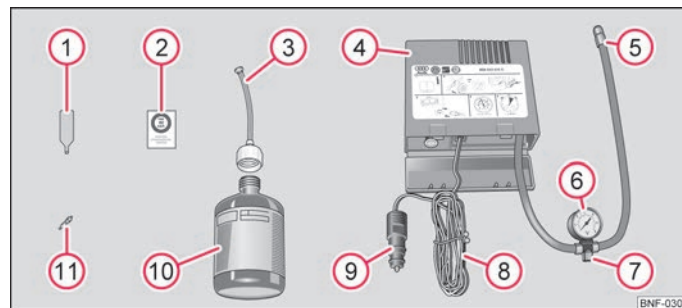

Fig. 109 Havarisættets dele
- Klæb mærkaten **②** → Fig. 109 på instrumentpanelet i førerens synsfelt.
- Skru ventilkeglen ud ved hjælp af værktøjet til af- og påmontering af ventilkeglen **①**, og læg den på et rent underlag.
- Ryst flasken med dæktætningsmiddel **⑩** → Fig. 109 nogle gange kraftigt frem og tilbage.
- Skru påfyldningsslangen **③** fast på flasken med dæktætningsmiddel **⑩** med uret. Folien på lukningen bliver automatisk brudt.
- Fjern proppen fra påfyldningsslangen **③**, og sæt den åbne ende helt på dækventilen.
- Hold flasken **⑩** med bunden opad, og fyld alt tætningsmidlet fra flasken i dækket.
- Skru ventilkeglen ind i dækventilen igen med værktøjet til afmontering af ventilkegler **①**.
- Skru luftkompressorens påfyldningsslange **⑤** → Fig. 109 fast på dækventilen.
- Kontroller, om luftaftapningsskruen **⑦** er lukket.
- Sæt stikket **⑨** i 12-volts-stikdåsen.
- Tilslut luftkompressoren med tilslutnings- og afbryderkontakten **⑧**.
- Hvis lufttrykket på 2,0-2,5 bar ikke kan opnås, skal du skrue påfyldningsslangen **⑤** af dækventilen.
- Skru påfyldningsslangen **⑤** fast på dækventilen igen, og forsøg igen at pumpe dækket op.